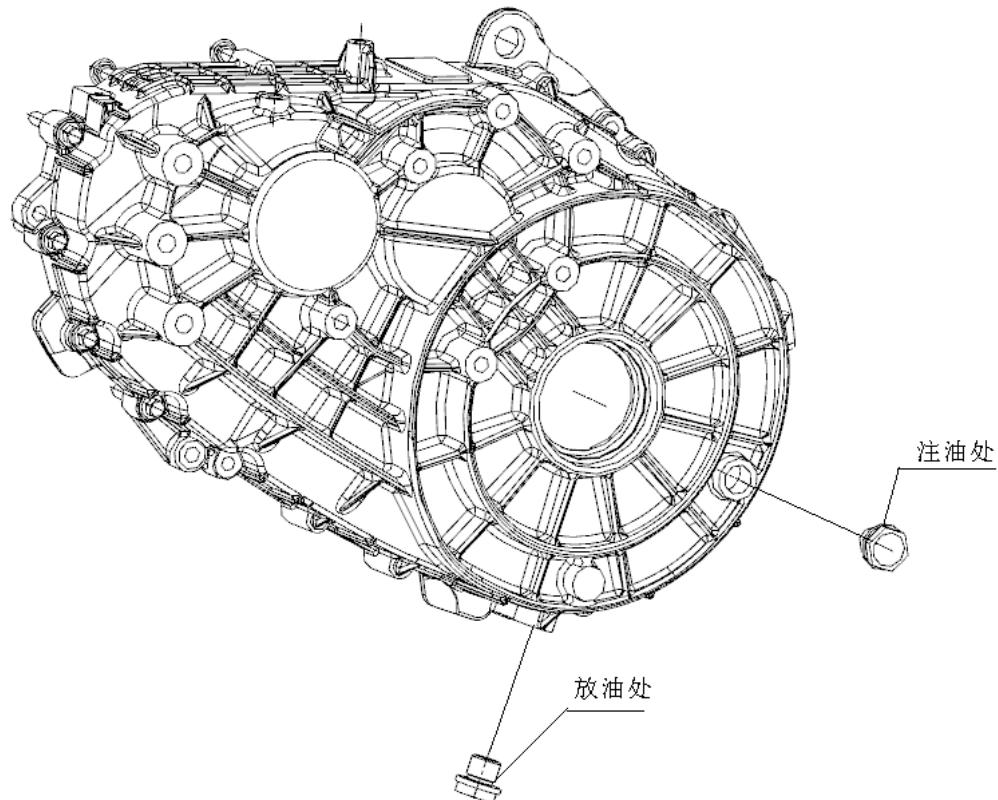

图3
分别打开放、注油塞 (1), 将箱体内的润滑油排放干净, 同时请检查放油螺塞组件和O型圈是否完好, 如果已损坏, 请更换完好的零件; (见图3)